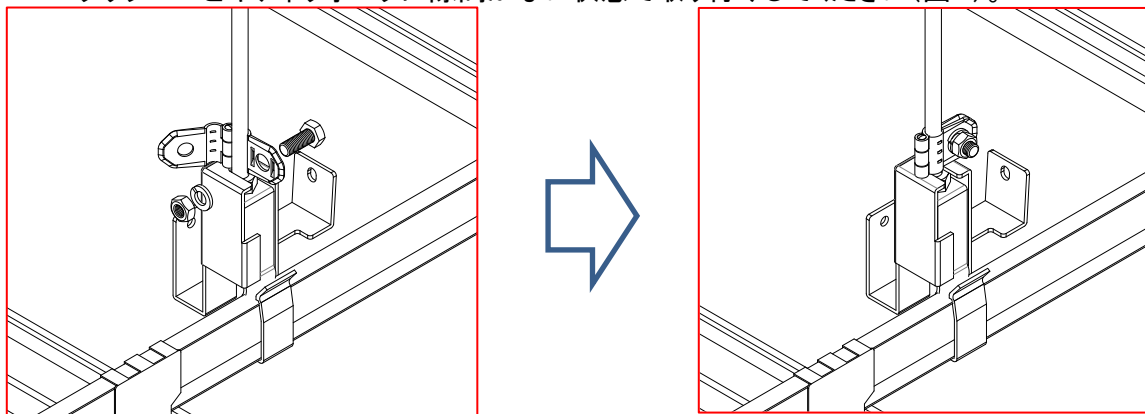

図4・BBクリッパーをキティウオーク直上へ取付け
- ・2-1で差し込みしたキティウオークの直上に外れ止めの為のBBクリッパー3/8を吊ボルトへ取付けしてください(図4)。